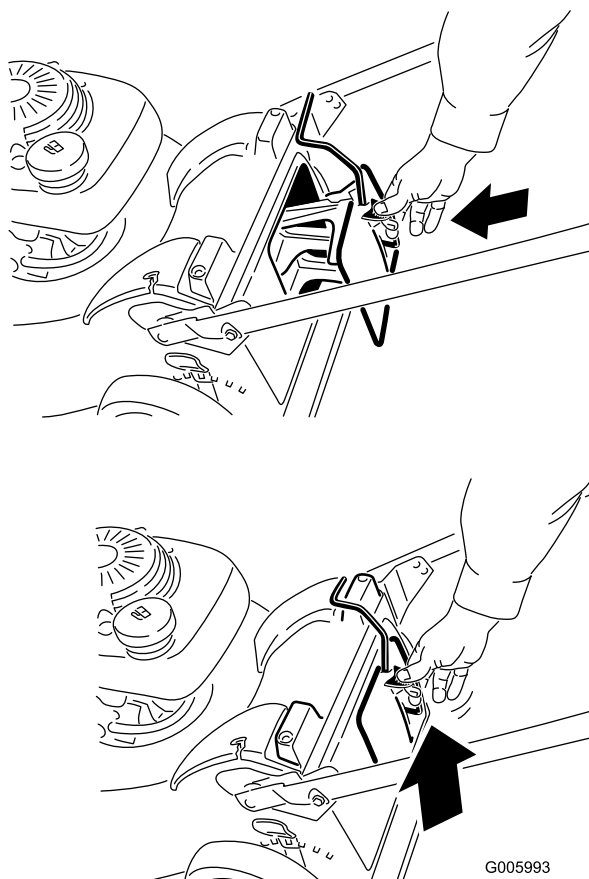

Figure 31
2. Insérez l'obturateur de mulching (Figure 31).